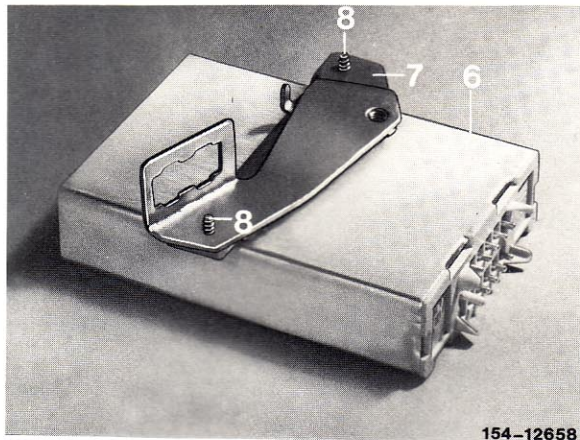

Bild 3
7 Steuergerät (6) an den Halter (7) mit den Schrauben (8) nach Bild 3 anschrauben.